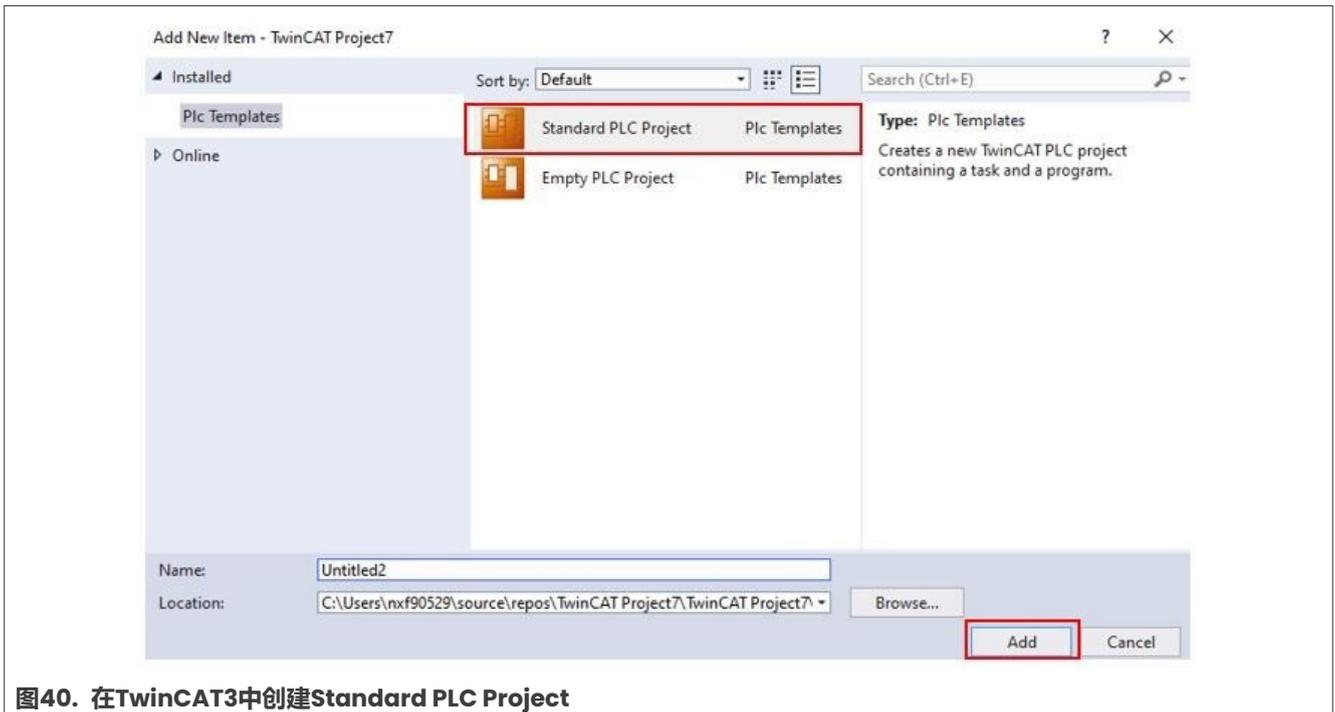

图40. 在TwinCAT3中创建Standard PLC Project
2. 添加Standard PLC Project，如图40所示。